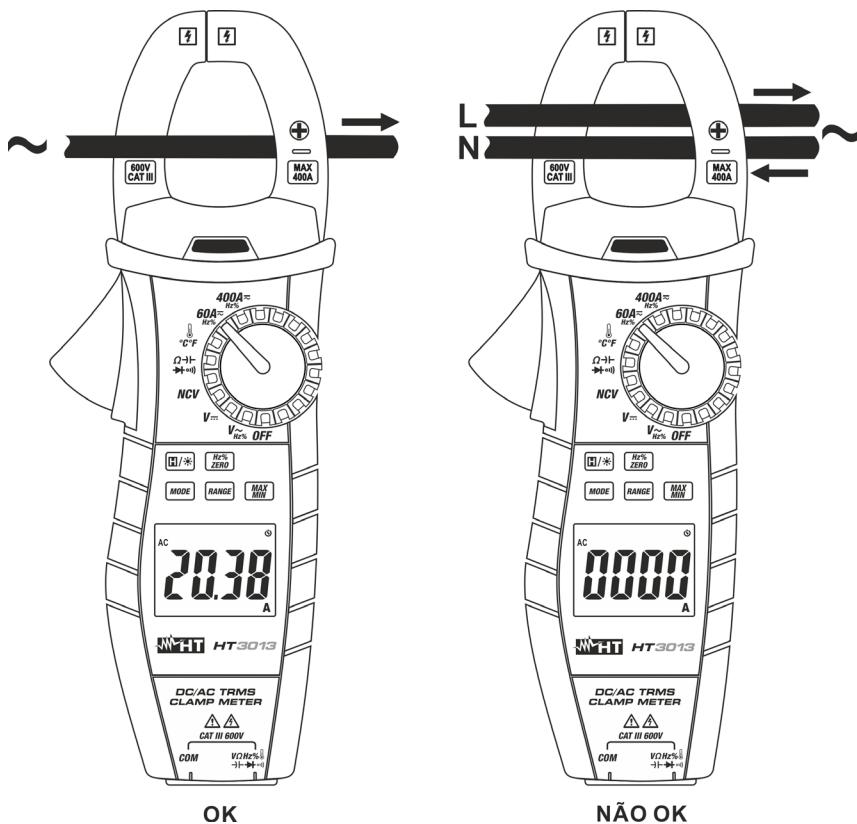

Fig. 11: Utilização da pinça na Medição de Correntes CA e CC
6. No modo CC a visualização do símbolo “-” indica que o instrumento está inserido no sentido contrário ao da corrente (ver Fig. 11). Siga a indicação direcional das polaridades presente no instrumento (ver Fig. 1 - parte 13)